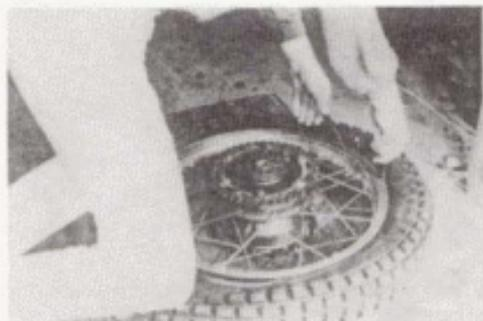

Bild 235
- Nun setzt man beide Montiereisen im Abstand von etwa 10 cm in der Gegend des Schlauchventils so an, dass die Löffelinnenseite beider Eisen den Reifenwulst umfasst (Bild 235). Bei der DT 80 LC neben dem Ventil, da der Reifenhalter gegenüber dem Ventil liegt